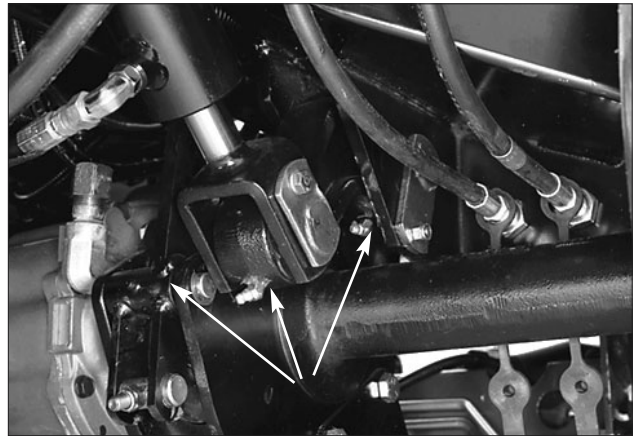

Fig. 23
Graissage (Fig. 23–37)
Lubrifier les graisseurs suivants : pivot du bras de relevage (2), vérin de relevage (4), pivots de bras de frein (2) (Fig. 23); pivot de frein (1), pivots de frein (2) (Fig. 24); pivot de pédale de déplacement (1) (Fig. 25); arbre d'entraînement moteur/pompe (2) (Fig. 26 & 27); régleur de traction (1) (Fig. 28); palier de PDF (Fig. 29).